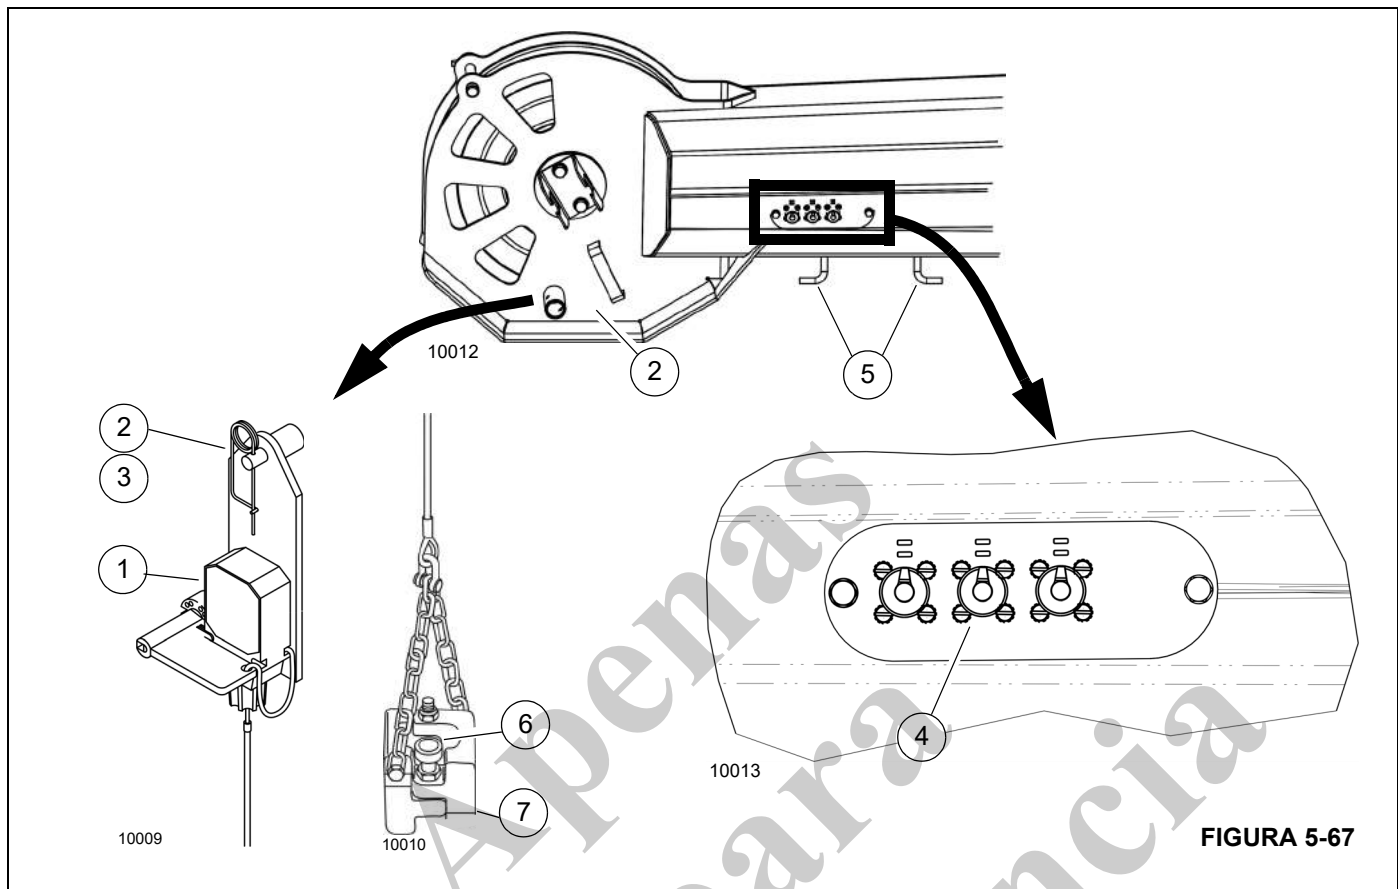

FIGURA 5-67
1. Instale a chave do dispositivo anticolisão do moitão (1, Figura 5-67) no suporte (2) em qualquer um dos lados da extremidade da seção volante. Prenda com o grampo de retenção (3).
2. Remova a tampa de proteção do terminal (4). Conecte o conector elétrico da chave ao terminal (4).
3. Prenda o excesso de cabo nos ganchos de retração (5) se necessário.
4. Remova o pino de segurança (6) e instale o peso do dispositivo anticolisão do moitão (7) ao redor do cabo do guincho. Instale o pino de segurança (6).
1. Remova o pino de segurança (6, Figura 5-67) e o peso da chave (7) do cabo de elevação.
2. Remova o conector elétrico do terminal (4).
3. Instale a tampa de proteção no terminal (4).
4. Remova o grampo de retenção (3) e remova a chave do dispositivo anticolisão do moitão (1) do suporte (2).
5. Instale a chave do dispositivo anticolisão do moitão (1) na lanca principal.